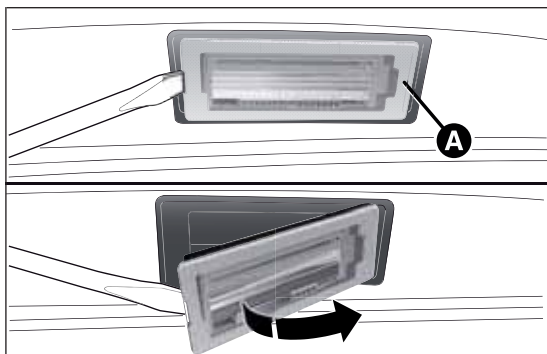

fig. 177
- ☐ rimuovere il trasparente A fig. 177;
- ☐ rimontare infine il trasparente A fig. 177.